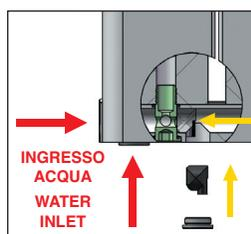

FIG. 2
- (fig. 2) posizione diaframma con ingresso acqua a sinistra del radiatore o con tubazioni dal pavimento
- (fig. 2) Diverter position with water inlet to the left of the radiator or with pipes from the floor